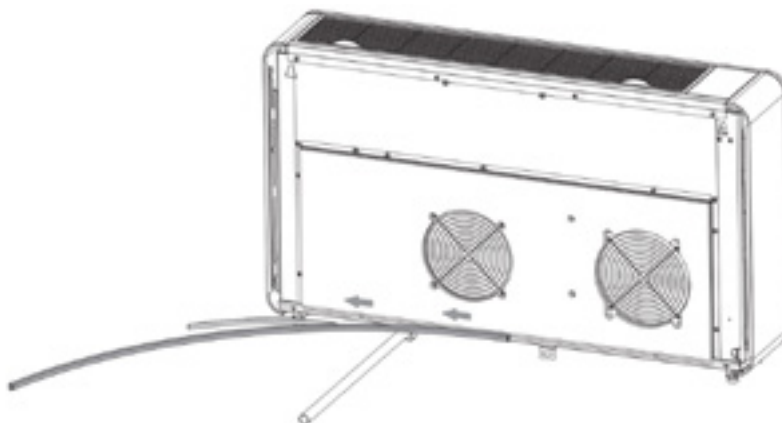

Figura 1
1. La tira de sellado debe aplicarse a lo largo del borde de la máquina, como se muestra en la Figura 1.